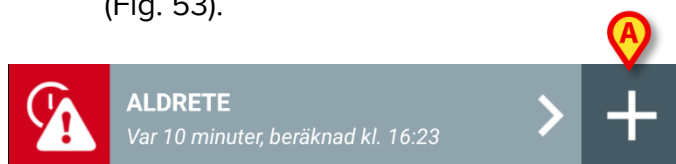

Fig. 53
- Klicka på ikonen **+** för rutan som motsvarar den önskade datauppsättningen (Fig. 53).